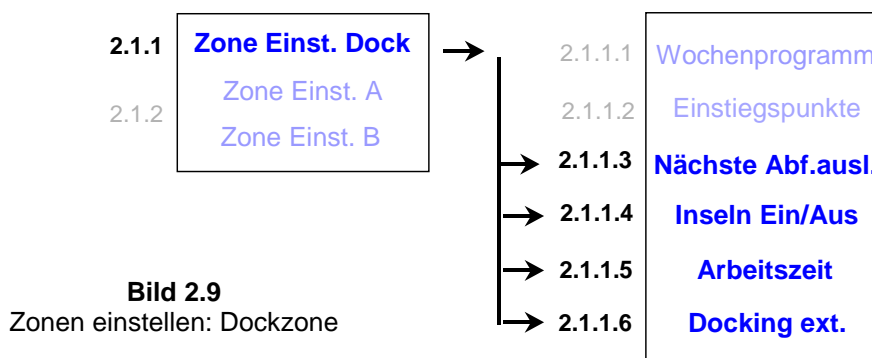

Bild 2.9
Die Option '**Nächsten Start überspringen**' ermöglicht es Ihnen, den nächsten programmierten Arbeitseinsatz zu überspringen (Bild 2.9).
2. Im **'Zone Einstellen: Dockzone'** Menü blättern sie zu der Option **'Nächsten Start überspringen'** und drücken **'GO'**, um die Option zu bestätigen (siehe Bild 2.9).
Setzen Sie diese Option auf **'off'**, kann der Mäher bei der Suche nach der Ladestation sofort auf die Kante fahren und die Docksuche durch die Fläche wird deaktiviert (Bild 2.9).